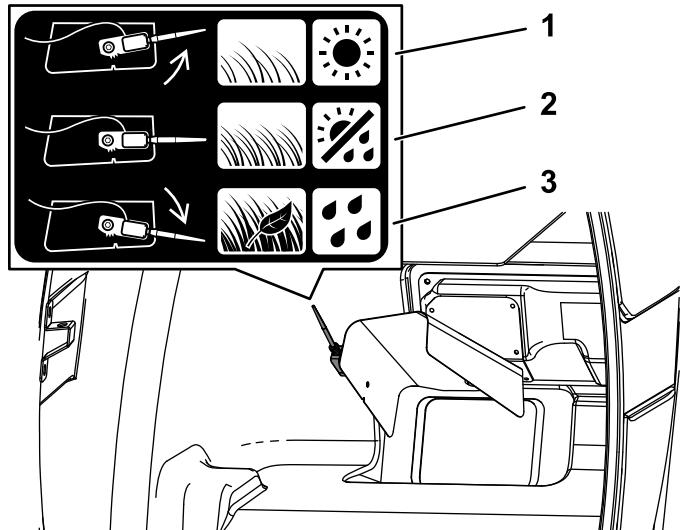

Figura 28
- Se le condizioni dell'erba e meteorologiche sono normali, ruotate il sensore nella posizione centrale (Figura 28).
- Se l'erba è folta e bagnata, oppure in caso di raccolta delle foglie o di riempimento della trasmoggia prima dell'attivazione del sensore, girate il sensore verso il basso (Figura 28).
- Se l'erba è rada e secca, oppure se il piatto di taglio si disinnesta prima che la trasmoggia si sia riempita, girate il sensore verso l'alto (Figura 28).